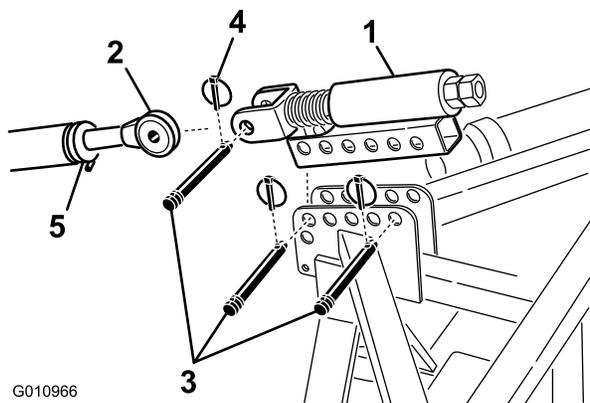

Рисунок 10
1. Прикрепите подпружиненную верхнюю тягу к кронштейну аэратора двумя соединительными пальцами со шплинтами (Рисунок 10)
2. Ослабьте контргайку на верхней тяге трактора. Отрегулируйте длину верхней тяги так, чтобы она совместилась с вилкой на подпружиненной верхней тяге аэратора (Рисунок 10).
3. Соедините верхнюю тягу трактора с вилкой на подпружиненной верхней тяге аэратора и закрепите с помощью соединительного пальца со шплинтом (Рисунок 10).
6. Поворачивайте верхнюю тягу, пока пружина не будет сжата примерно на 13 мм (1/2 дюйма) (Рисунок 10).